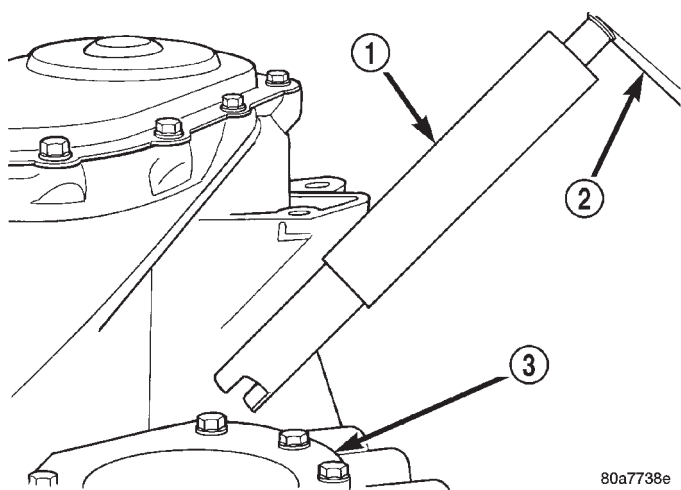

Fig. 88 Herramienta L-4436 y llave de tensión
(1) Coloque el conjunto de transeje de forma vertical sobre el caballete de apoyo, con el lateral del retén de cojinete del diferencial mirando hacia arriba.
(2) Instale la herramienta L-4436A en el diferencial y sobre el eje de piñón engranado (Fig. 88).